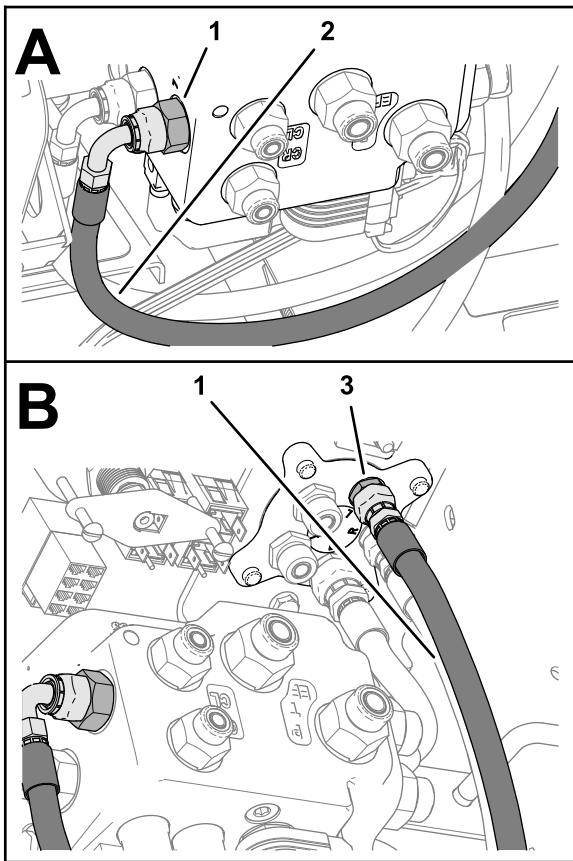

Figura 118
7. Monte el acoplamiento de 90° de la manguera de 6 mm x 711 mm (1/4" x 28") en el acoplamiento del orificio L de la válvula de dirección EHI (Figura 118).
8. Monte el acoplamiento recto de la manguera de 6 mm x 711 mm ($\frac{1}{4}$ " x 28") en el acoplamiento del orificio L de la válvula de dirección, y apriete ambos acoplamientos (**Figura 118**).